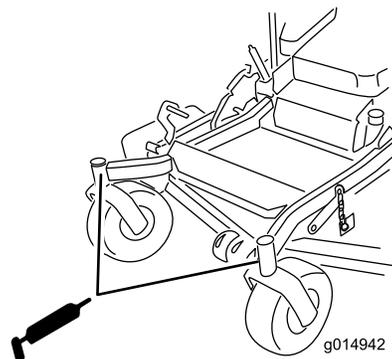

Figure 40
10. Remettez le bouchon hexagonal et le capuchon antipoussière en place (Figure 40).